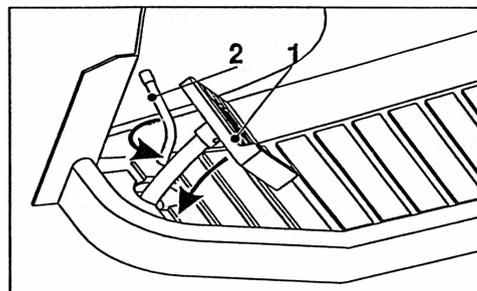

Fig. 15
3. Appuyer à fond sur la pédale d'embrayage-frein, et la maintenir (Fig. 15, pos. 1).
FREIN (fig. 15)
Le levier de frein de parking est utilisé pour bloquer la pédale de frein en position frein (fig. 15; pos. 2).